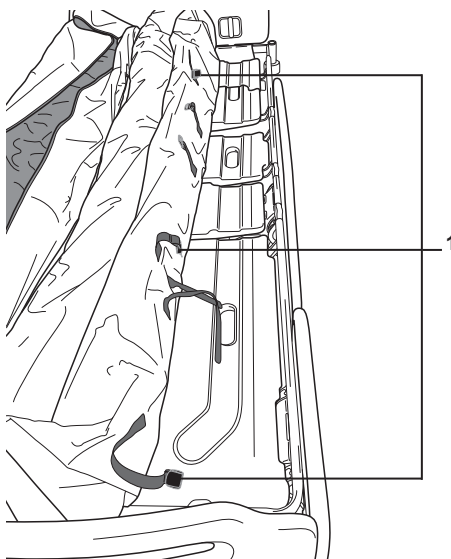

Figura 8: vista de correas del colchón de la cabeza a los pies
6. Utilice las correas del colchón (figura 8, elemento 1) situadas en la parte inferior del colchón para fijar el colchón al armazón. Hay tres correas a cada lado del armazón: en total, seis correas en los extremos de la cabeza y de los pies (véase figura 8). También están disponibles dos correas *Skin IQ*. Asegúrese de que el colchón quede fijado a una sección articulada del armazón (véase figura 8).